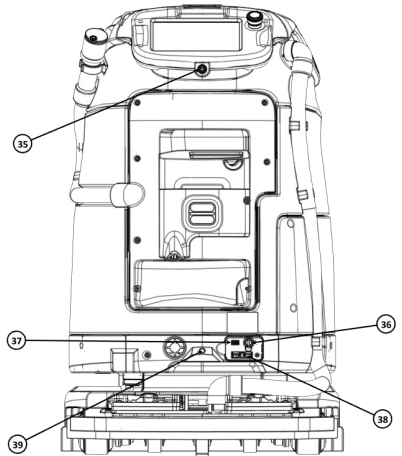

Abbildung 5
- 35. Ein-/Aus-Taste (Abbildung 5)
- 36. Schlüsselschalter (Abbildung 5)
- 37. USB-Anschluss (nur für Servicezwecke) (Abbildung 5)
- 38. Ladebuchse (Abbildung 5)
- 39. hintere Farbkamera (Abbildung 5)